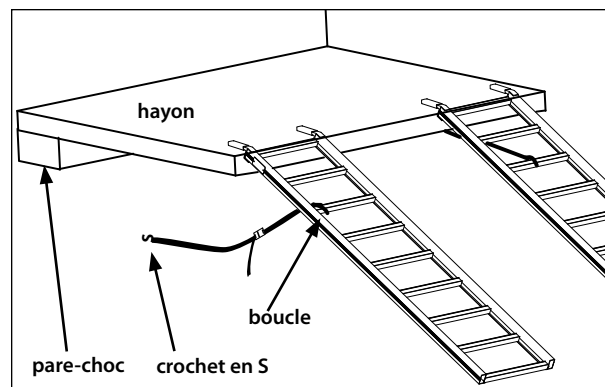

Figure 1
1. Attacher les deux sangles de fixation fournies au troisième échelon depuis le haut (une sur chaque rampe). Passer le côté avec boucle de chaque sangle autour de l'échelon et enfiler le côté à crochet en S à travers la boucle. Ceci attache la sangle de façon permanente à la rampe. **VOIR FIGURE 1.**